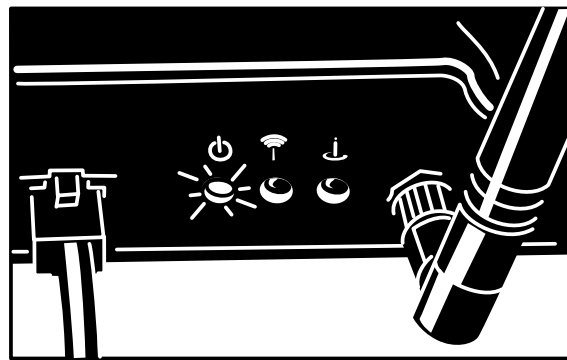

Figure 10
2. Vérifiez que le témoin d'alimentation s'allume (Figure 10).